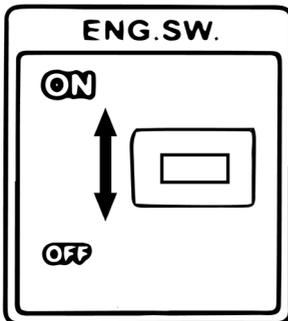

Abbildung 17: Motorschalter
- Bringen Sie den roten Motorschalter in „ON“ Position. (Abb. 17)